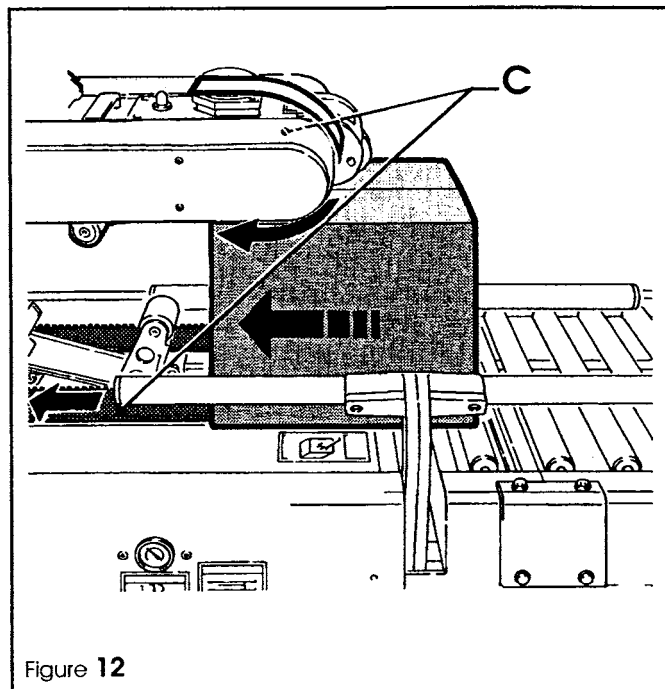

Figure 12
3. Terwijl de doos zich onder de bovenste kleefkop voortbeweegt, wordt de schakelknop voor de kleefkop vrijgezet, waardoor de bovenste aandrijfgroep naar beneden komt, tot hij bovenop de doos rust (zie figure 12). Nu kunnen de transportbanden de doos grijpen en tussen de kleefkoppen doorvoeren voor het aanbrengen van de stroken plakband.